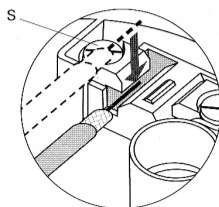

Fig. 4
4. Kontaktschrauben S soweit lösen, bis Innenleiter zwischen das weiße und schwarze Kunststoffteil eingelegt werden kann (Fig. 4).
4. Loosen the contact screws S far enough for putting-in the centre conductor between white and black plastic part (Fig. 4).
4. Ouvrir les vis de contact S assez, pour insérer le conducteur intérieur entre la part plastique blanche et la noire (Fig. 4).